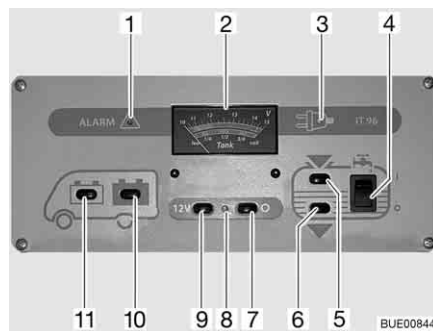

Fig. 135 Pannello di controllo IT 96-2
L'interruttore principale a 12 V (Fig. 135,7 e 9) inserisce o disinserisce il pannello di controllo e l'alimentazione a 12 V dell'abitacolo.
Accensione: ■ Premere l'interruttore (Fig. 135,9) "12 V": L'alimentazione a 12 V dell'abitacolo è inserita. La spia di controllo (Fig. 135,8) diventa verde.
Spegnimento: ■ Premere l'interruttore (Fig. 135,7) "O": L'alimentazione a 12 V dell'abitacolo è disinserita. La spia di controllo (Fig. 135,8) si spegne.
Per l'indicatore volt/serbatoio (Fig. 135,2) leggere la scala superiore. L'indicatore si illumina automaticamente appena viene premuto un interruttore.
Indicazione: ■ Premere l'interruttore (Fig. 135,11) : Viene indicata la tensione della batteria di avviamento.
■ Premere l'interruttore (Fig. 135,10) : Viene indicata la tensione della batteria dell'abitacolo.
Per l'indicatore volt/serbatoio (Fig. 135,2) leggere la scala inferiore. L'indicatore si illumina automaticamente appena viene premuto un interruttore.
- Premere l'interruttore (Fig. 135,5) : Viene indicato il livello del serbatoio dell'acqua.
- Premere l'interruttore (Fig. 135,6) : Viene indicato il livello del serbatoio delle acque grigie.
- Premere in alto l'interruttore a bilico (Fig. 135,4) "I": L'alimentazione idrica è accesa.
- Premere l'interruttore a bilico in basso (Fig. 135,4) "O": L'alimentazione idrica è spenta.
La spia luminosa rossa "ALARM" (Fig. 135,1) inizia a lampeggiare non appena la tensione della batteria dell'abitacolo scende al di sotto di 11 V (misurazione durante il normale esercizio) con conseguente rischio che la batteria si scarichi troppo.
La spia di controllo a 12 V (Fig. 135,8) si accende non appena l'interruttore principale a 12 V (Fig. 135,9) viene inserito.
La spia gialla di controllo a 230 V (Fig. 135,3) si accende quando all'ingresso della centralina elettrica è presente una tensione di rete.